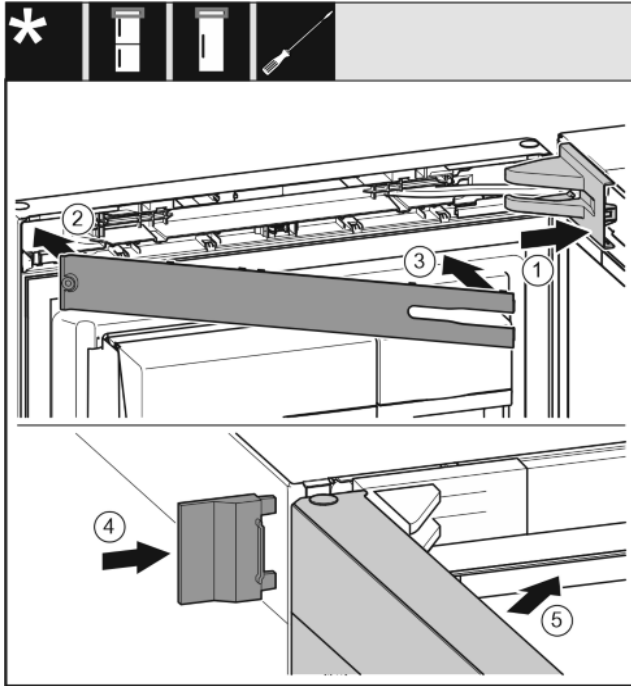

Fig. 40
- ▶ Applicare la copertura del blocco di supporto e innestarla, se necessario premere con cautela. Fig. 40 (1)
- ▶ Applicare il pannello. Fig. 40 (2)
- ▶ Ruotare verso l'interno il pannello e innestarlo. Fig. 40 (3)
- ▶ Spingere la copertura esterna. Fig. 40 (4)
- ▶ Chiudere la porta superiore. Fig. 40 (5)